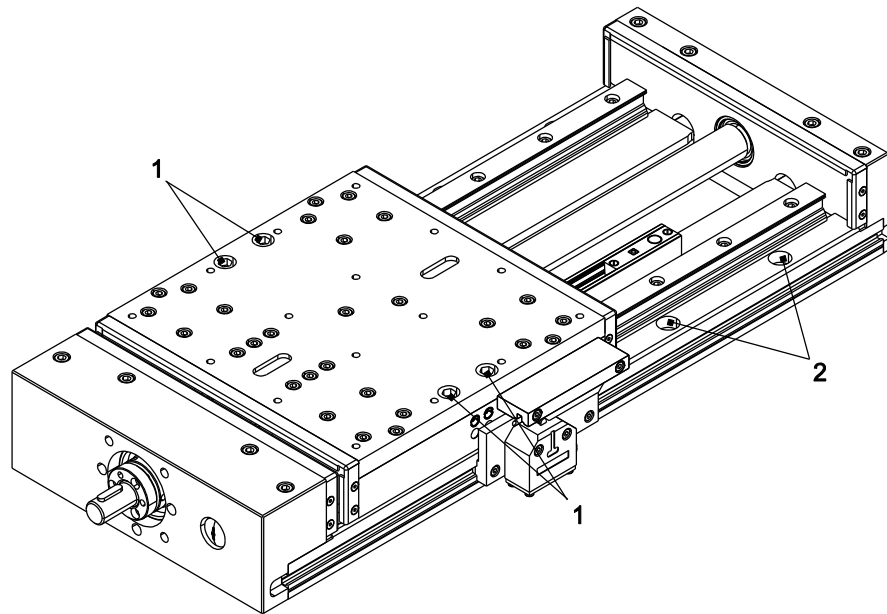

Figura 3: Fori di montaggio con perno filettato (1) e fori di fissaggio (2)
2. Spostare il carrello fino all'arresto a destra e quindi a sinistra (Figura 3).
3. Avvitare le viti attraverso i fori di fissaggio accessibili (2) nella superficie di montaggio (per le coppie di serraggio vedi cap. 3).
4. Svitare i perni filettati dai fori di montaggio (1).